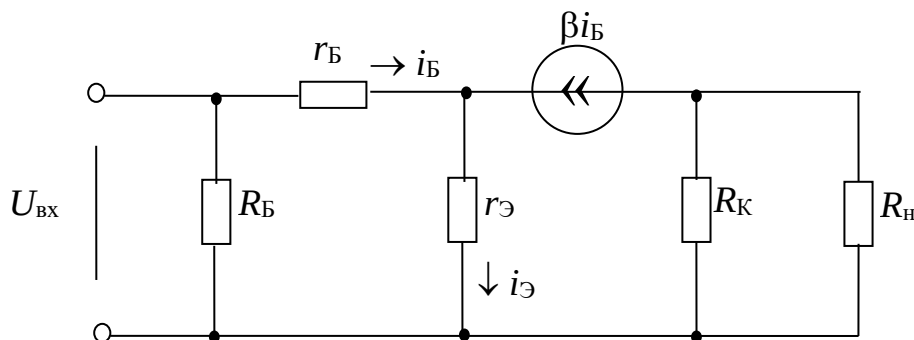

Рисунок 11.2
3. При построении эквивалентной схемы для средних частот закорачиваем E , $C1$, $C2$, C_{Φ} , а транзистор заменяем его эквивалентной схемой (рис. 11.2).